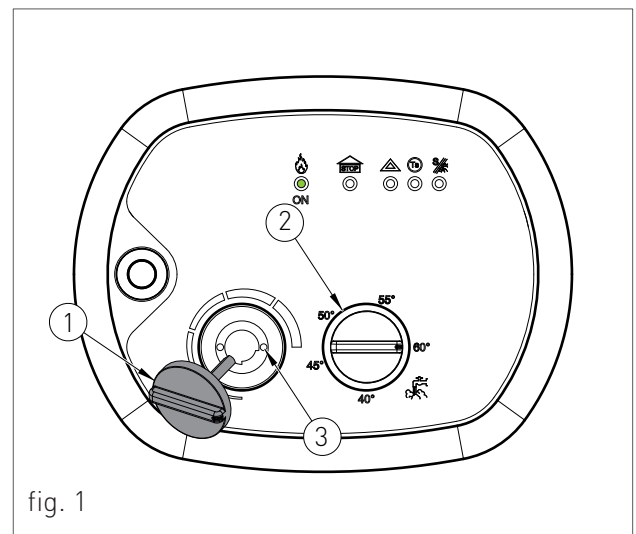

fig. 1
- > allentare la vite nella presa di pressione uscita gas '4' (fig. 1) e inserire il manometro.
- > ruotare al massimo le manopole di regolazione potenza '1' (fig. 1) e regolazione temperatura acqua calda '2' (fig. 1);
- > in caso contrario, agire con un cacciavite a taglio sulla vite '5' (fig.1) ruotandola fino a che il manometro non segni la pressione corretta.
- > ruotare al minimo la manopola di regolazione potenza '1' (fig. 1) e verificare che la pressione gas letta sul manometro sia conforme a quanto riportato al capitolo "DATI TECNICI";
- > in caso contrario, estrarre la manopola di regolazione potenza '1' (fig. 1) e agire con un cacciavite a croce dal diametro di 2.5 - 3 mm sul potenziometro di regolazione minima gas '3' (fig. 1) ruotandolo fino a che il manometro non segni la pressione corretta.
- › agire sul selettore SW1H ('1' fig.1) della scheda elettronica, estraendolo dalla posizione OFF e inserendolo nella posizione ON (vedi fig.1).